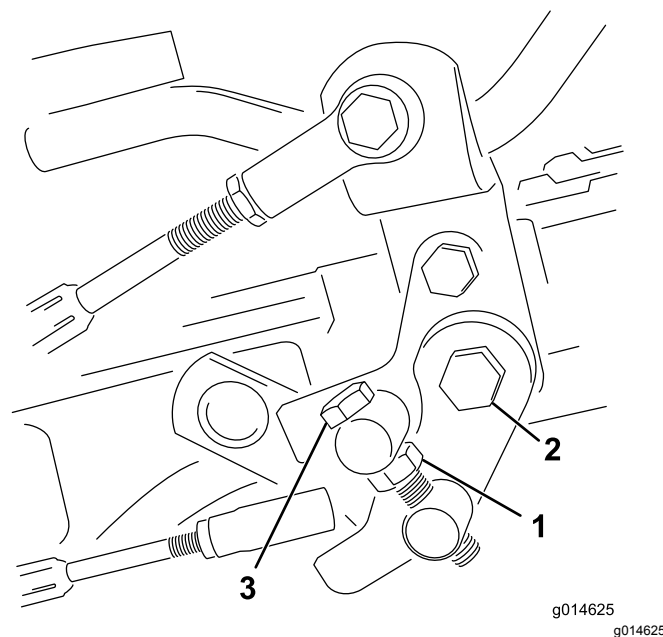

Рисунок 41
1. Ослабьте контргайку на болте цапфы (Рисунок 41).
4. Чтобы зафиксировать регулировку, затяните контргайку на болте цапфы и гайку на шарнире педали (Рисунок 41). Проверьте регулировку и при необходимости повторите ее.